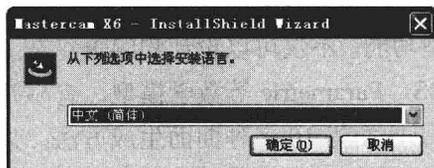

图 1-1 Mastercam X6 安装界面
STEP 01 将 Mastercam X6 的安装光盘放入光驱, 系统会自动开始安装; 也可以直接双击本地的 MastercamX6-web.exe 文件。执行后首先出现如图 1-1 所示的安装界面。